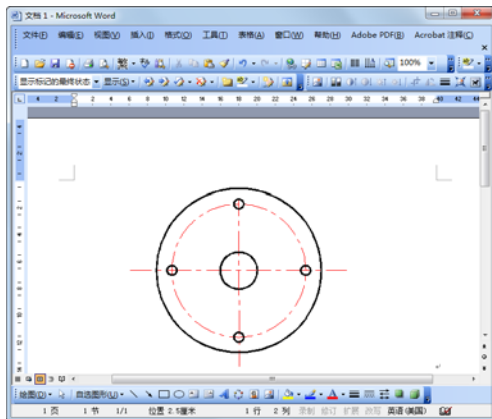

图 5-13 将 AutoCAD 对象链接到 Word 文档
- 04** 重新切换到 Word 中，在编辑菜单中选取粘贴选项，AutoCAD 图形就粘贴到 AutoCAD 图形中了，如图 5-13 所示。